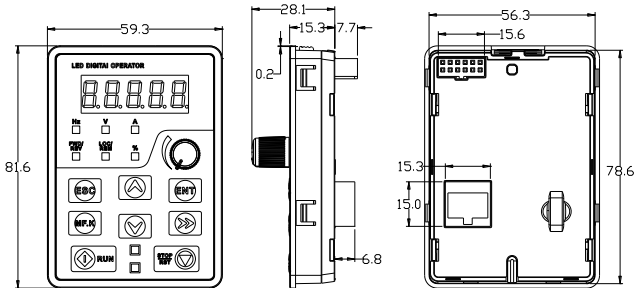

图 2-9 4.0~5.5kW 操作键盘尺寸图
1.外置键盘安装说明:首先将安装面板按机器功率范围对应图 2-9 所示尺寸开孔,然后将键盘托卡入到安装面板再将键盘组件装入到键盘托即可。(拆卸键盘托时请先将键盘先取出,然后按图示方法取出)